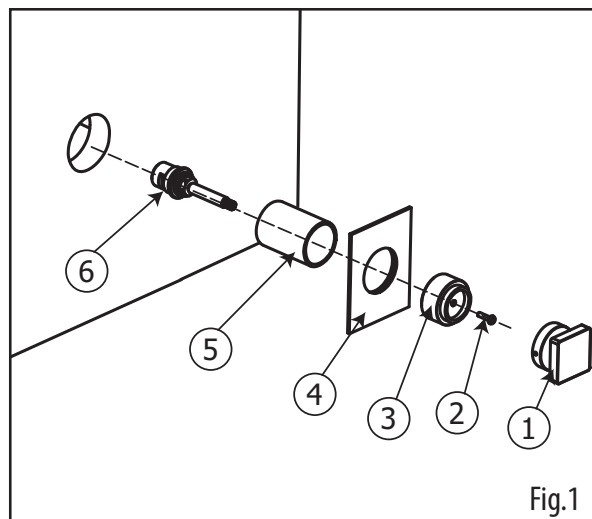

Fig.1
- Remove all handle components and the trim (1 to 5) (Fig.1).
- To service the shut-off valve (6), use a 17mm socket to remove it.
- Démonter toutes les composantes de la poignée et la plaque décorative (1 à 5) (Fig.1).
- Pour retirer la valve d'arrêt (6), utiliser une clé à cliquet avec une douille de 17mm.